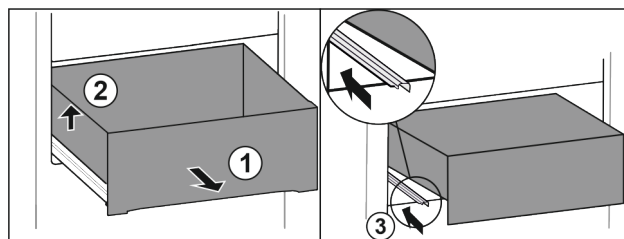

Fig. 88
- ▶ Wysunąć szufladę do oporu. Fig. 88 (1)
- ▶ Unieść szufladę po lewej. Fig. 88 (2)
- ▶ Wsunąć lewą szynę. Fig. 88 (3)